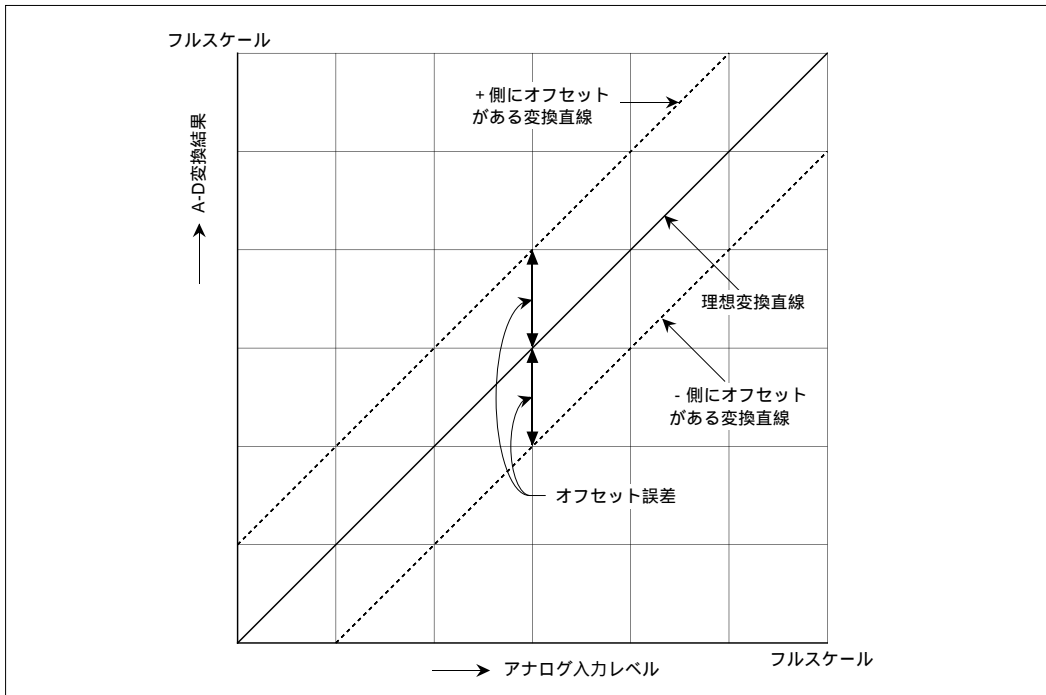

図11.3.6 A-D変換器のオフセット誤差
- (3) オフセット誤差 ... A-D変換器の理想変換直線から得られるデジタル出力コードに対して、実際のデジタル出力コードがどの程度ずれているかをあらわしたものです。(図11.3.6)